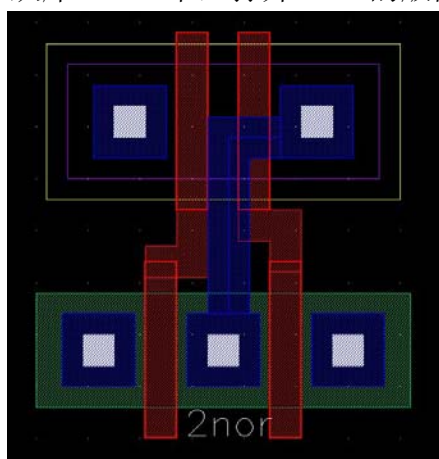

图 13.3a 2nor 版图
- ① 从库 DIVA 中, 打开 2nor 的版图设计窗口, 如图 13.3a 所示。